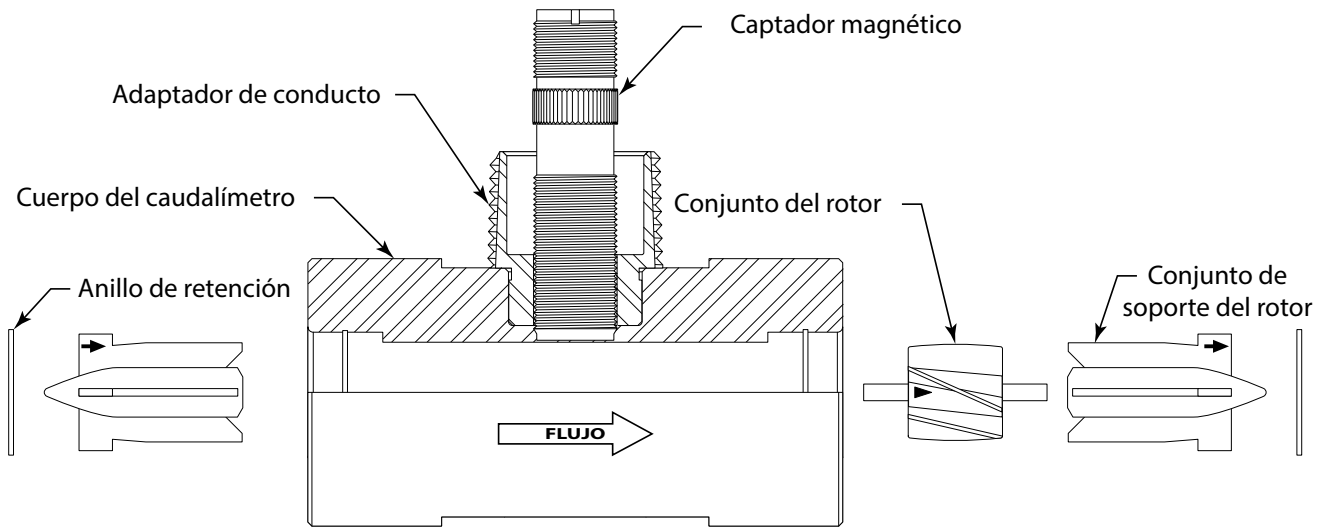
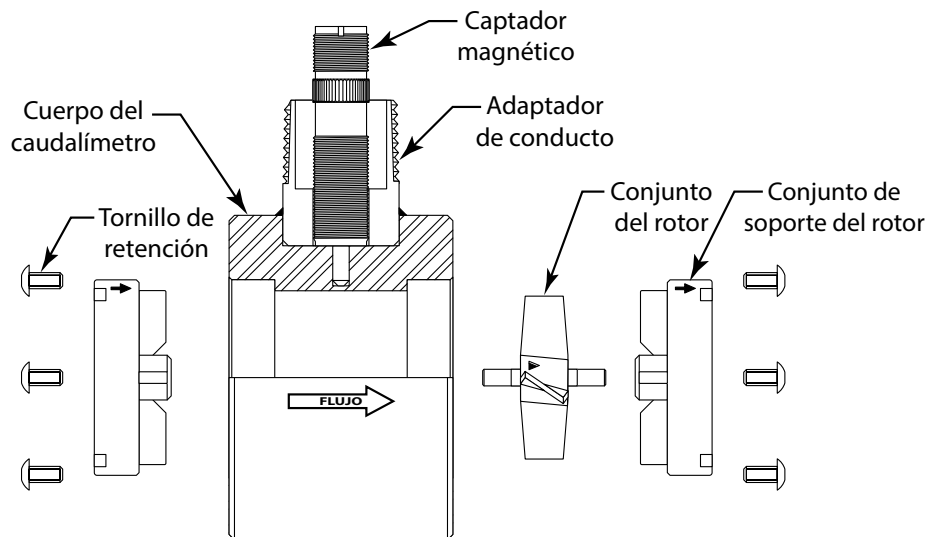

Figura 1: Las posiciones relativas de los componentes internos para todos los tamaños de caudalímetro QuikSert B131-038 hasta B131-100.
Figura 2: Las posiciones relativas de los componentes internos para todos los tamaños de caudalímetro QuikSert B132-050 hasta B139-900.
1. Consulte la *Figura 1* y la *Figura 2* para consultar las posiciones relativas de los componentes del kit de reparación.
La Figura 1 y la Figura 2 muestran la alineación y la orientación adecuadas de los kits de reparación.
NOTA: Los caudalímetros de 2 in (50,8 mm) y más grandes tienen anillos de retención en ambos extremos del caudalímetro (consulte la *Figura 2*).